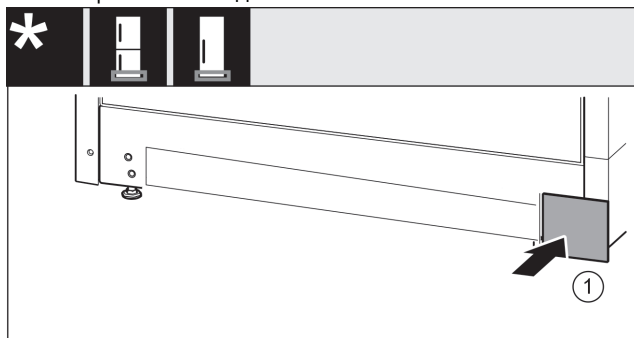

Fig. 44
- ▶ Снова установите крышку Fig. 44 (1) с другой стороны.